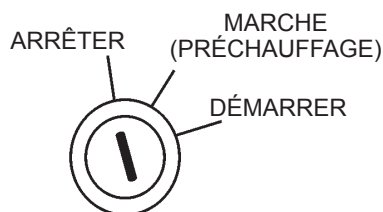

Figure 54. Allumage (normal du commutateur)
3. Mettez le commutateur d'allumage (Figure 54) à la position d'arrêt « **STOP** », retirez la clé et mettez-la dans un endroit sûr.